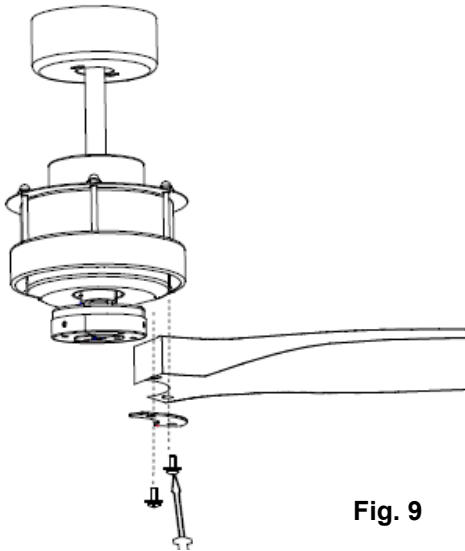

Fig. 9
- 2개의 나사 날개와 날개 브라켓을 사용하여 **'THIS SIDE UP'** 표시가 천장을 향하게 날개를 모터 모듈에 결합하여 줍니다. (Fig. 9)